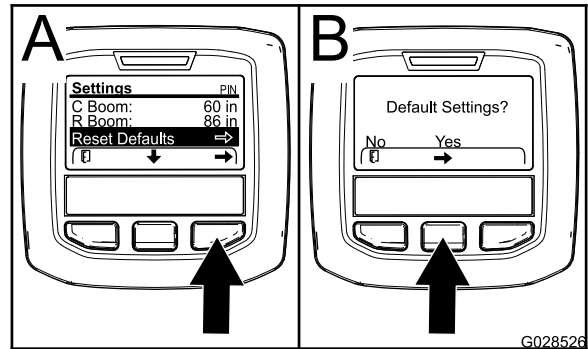

図 74
1. 中央ボタンを押して、「デフォルトに戻す」Reset Default ヘスクロールする 図 74。
3. 「デフォルトに戻す」画面で、左ボタンを押すとNOとなり、右ボタンを押すとYESとなる 図 74。